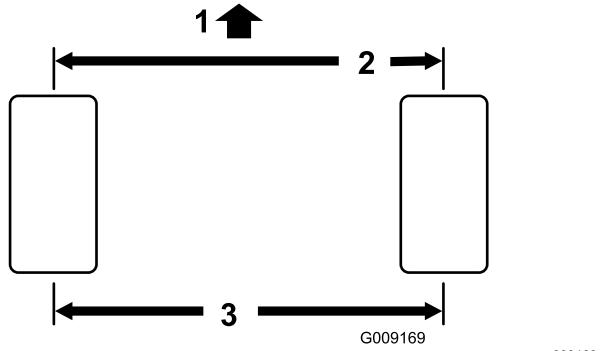

Figura 108
2. Mida la distancia entre centros (a la altura del eje) en la parte delantera y trasera de los neumáticos de dirección (Figura 108).